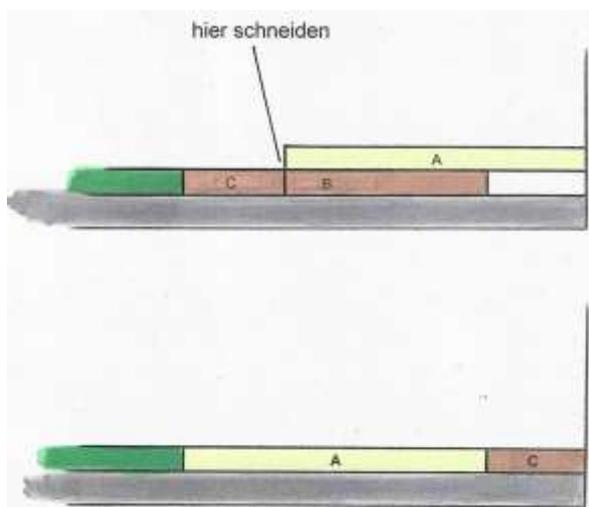

Abb. 06: Verlegen
- Sie können aber auch das vermeintlich anzupassende Element auf die zuletzt ausgelegte komplette Teppichbodenfliese so aufzulegen, dass diese genau an die Wand stößt. Jetzt können Sie die untenliegende Teppichbodenfliese an der Kante der darauf liegenden Teppichbodenfliese mittels Messer, eventuell unter Zuhilfenahme einer Schiene, durchschneiden. Danach tauschen Sie einfach die Positionen der beiden Teppichbodenfliesen (Abb. 06).